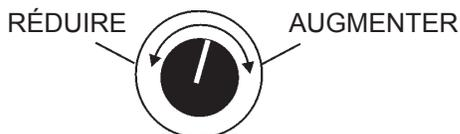

Figure 12. Bouton du régulateur de tension
Le régulateur de tension (VR), Figure 12 permet à l'utilisateur d'augmenter ou de diminuer la tension sélectionnée.
2. Tourner le bouton du régulateur de tension (Figure 12) dans le sens horaire pour augmenter la tension de sortie, tourner dans le sens antihoraire pour diminuer la tension de sortie. Utiliser le bouton de réglage du régulateur de tension à chaque fois qu'un réglage fin de la tension de sortie est nécessaire.
2. Tourner le bouton du régulateur de tension (Figure 12) dans le sens horaire pour augmenter la tension de sortie, tourner dans le sens antihoraire pour diminuer la tension de sortie.